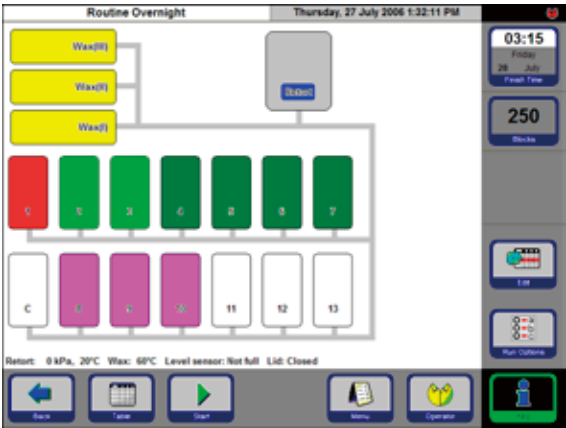

图 63
- 将显示站点 / 脱水缸的图示。您将要启动的程序所需的站点将会以相应试剂组颜色标示(图 63)。